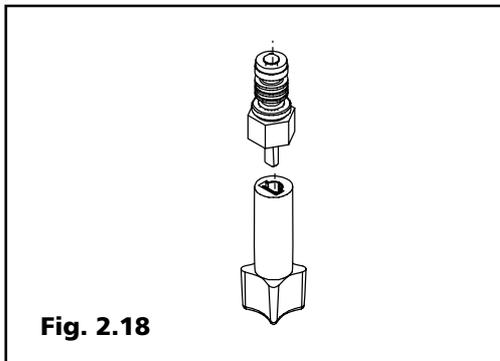

Fig. 2.18
**Rubinetto di riempimento esterno (fig. 2.18):** ha la funzione di mettere in comunicazione il circuito sanitario con il circuito di riscaldamento, per poterne effettuare il carico o i rabbocchi. Di nuova concezione che garantisce maggior affidabilità.